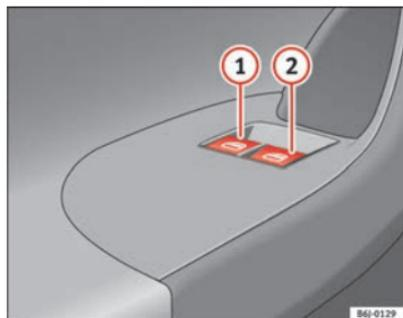

Fig. 48 Pormenor da porta do condutor: comandos para os vidros dianteiros.
Os botões ⇒ página 88, fig. 48 ①, ②, têm duas posições para a abertura dos vidros e outras duas para o fecho. É assim mais fácil controlar a abertura e o fecho.